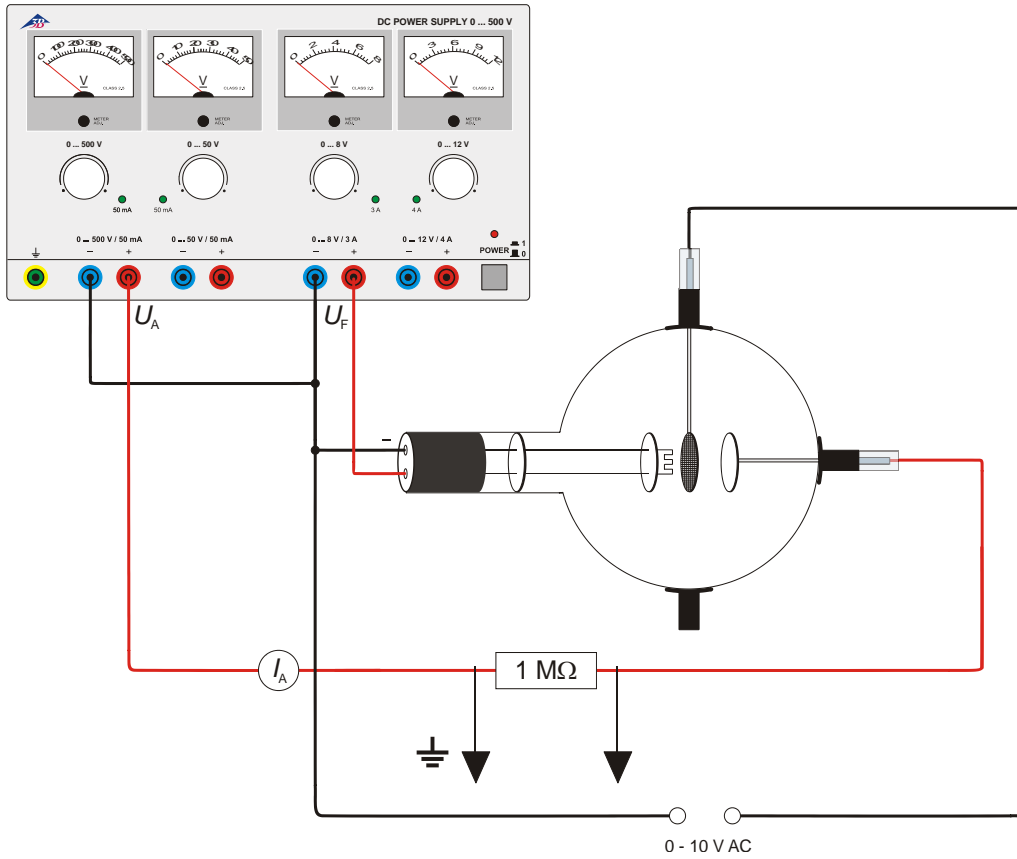

Fig. 4 La triode comme amplificateur
- Procédez au câblage comme le montre la figure 4. Branchez le pôle négatif de la tension anodique à la borne de 4 mm marquée du signe « moins » sur le col du tube.